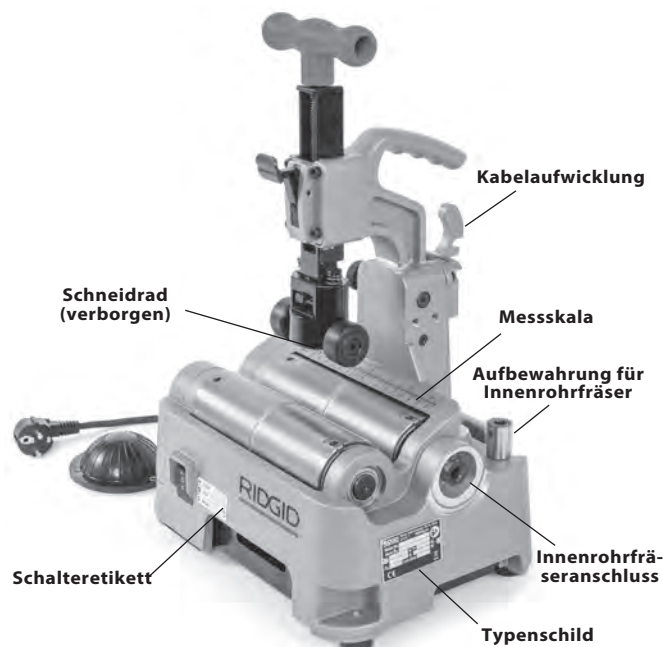

Abbildung 1 – RIDGID® Elektro-Rohrabschneider PC116/PTC-400
- Vorhandensein und Lesbarkeit der Warntafel (siehe Abbildung 1).